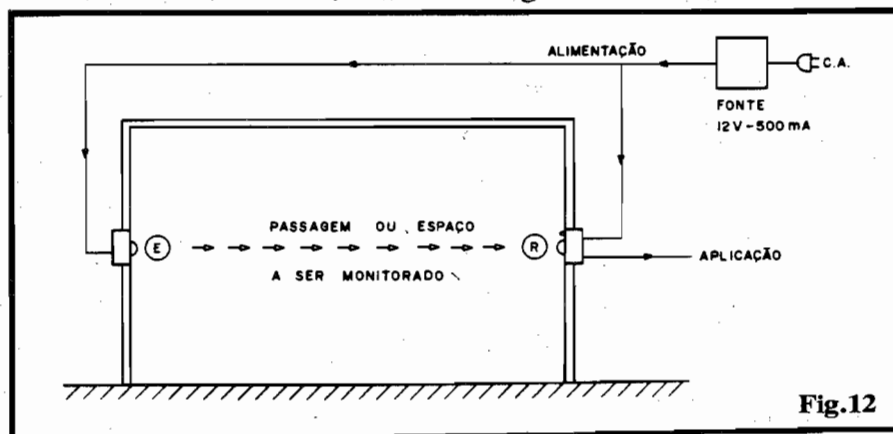

Fig.12
- **FIG. 12 - INSTALAÇÃO BÁSICA/ALINHAMENTO** - Uma barreira é... uma barreira! Por óbvias razões, deve ser estabelecida ou colocada onde, paradoxalmente **possa mas não deva** ser rompida! Partindo disso, fica claro o método de instalação da BIVEP, ilustrado na figura: de um lado temos o BIVEP-E, e do outro o BIVEP-R, óticamente alinhados, de modo que o feixe de infra-vermelho se comporte como um "barbante esticado", protegendo a passagem ou espaço a ser controlado! Não esquecer de "puxar" as convenientes linhas de alimentação, que devem trazer os 12 VCC para energização do sistema... Graças à presença do LED piloto no BIVEP-R, "achar" o alinhamento não é difícil, uma vez que o dito LED (estando ambos os módulos devidamente alimentados...) apenas **acenderá** quando o dito (e importante) alinhamento for obtido! Fixados os módulos, um teste elementar deve ser feito: basta andar "através" da barreira, observando, ao mesmo tempo, o LED piloto (que apagará quando o feixe infra-vermelho for interrompido...). Os valores dos componentes internos do BIVEP-R proporcionam uma pequena temporização, de modo que o novo "acendimento" do LED, assim que a integridade da barreira é recomposta, pode demorar um segundo ou dois...